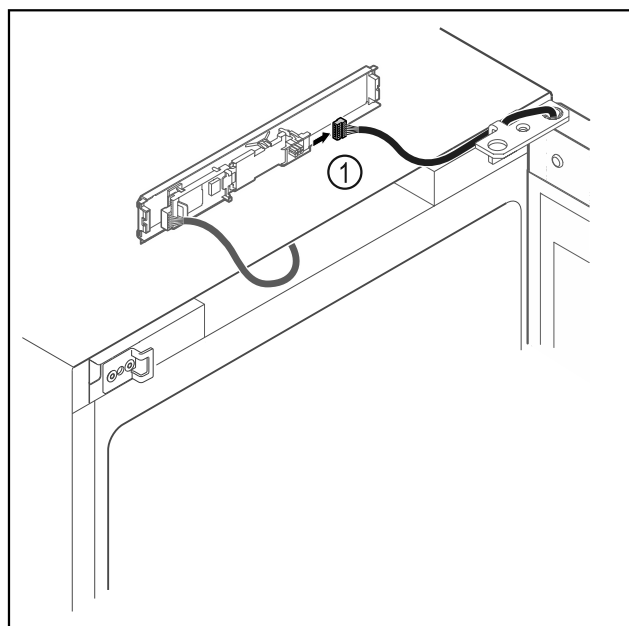

Fig. 18
- Αποσυνδέστε το φινιρ Fig. 18 (1) από την πλακέτα.